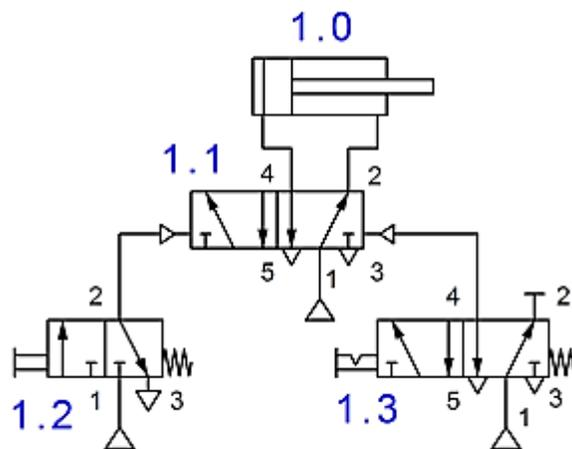

Figura 1.
1. Observe el primer esquema mostrado (Figura 1) e identifique los elementos que se serán usados. Para simplificar los esquemas, ya no se colocó la unidad de mantenimiento, pero se sabe que va conectada primeramente hacia la tubería de aire y posteriormente hacia el distribuidor de aire.
3. Conecte las vías 1 de 1.2 y de 1.3 al distribuidor, y posteriormente la vía 2 de 1.2 y la 4 de 1.3 a la válvula OR, tal y como se muestra en la figura 1. Conecte la vía 2 de la válvula OR al cilindro de simple efecto y abra la unidad de mantenimiento. Pruebe el circuito y observe el funcionamiento de la válvula OR.